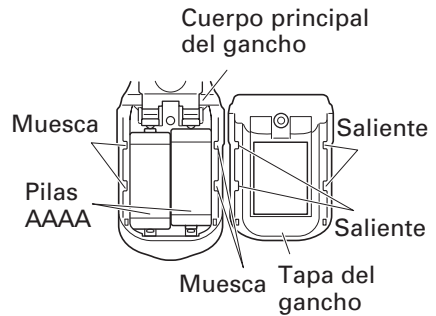

Fig. 14
- (2) Retire las pilas usadas e introduzca las pilas nuevas. Alineélas con las indicaciones del gancho y posicione correctamente los terminales positivo (+) y negativo (-). (Fig. 14)